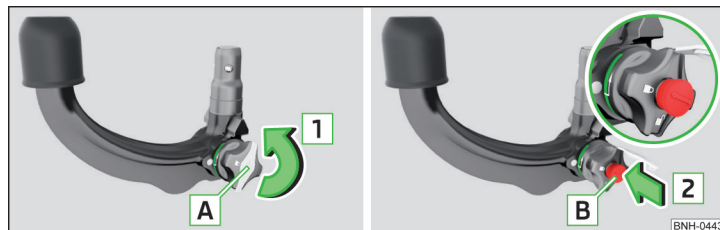

Fig. 217 Detașarea capului de încuietoare/Introducerea cheii în încuietoare
- ▶ Îndepărtați apărătoarea **A** de pe încuietoare, în sensul săgeții **1** » fig. 217.